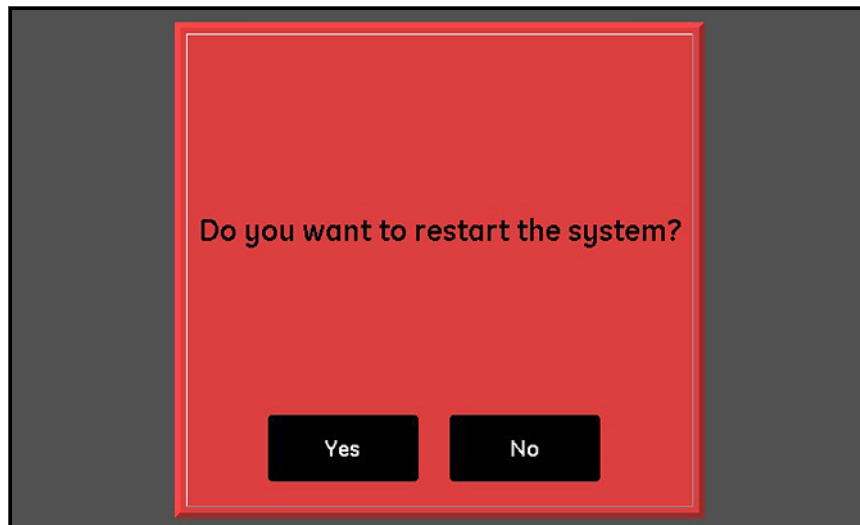

Figura 30: Schermata di conferma del riavviamento
3. Nella schermata di conferma mostrata nella *Figura 30*, toccare il pulsante **Sì** per riavviare l'unità o toccare il pulsante **No** per annullare la richiesta.
Per riavviare il sistema moisture.IQ, toccare il pulsante **Riavvia**. Quindi toccare **Sì** o **No** nella schermata di conferma simile a quella mostrata nella *Figura 30* a pagina 34.